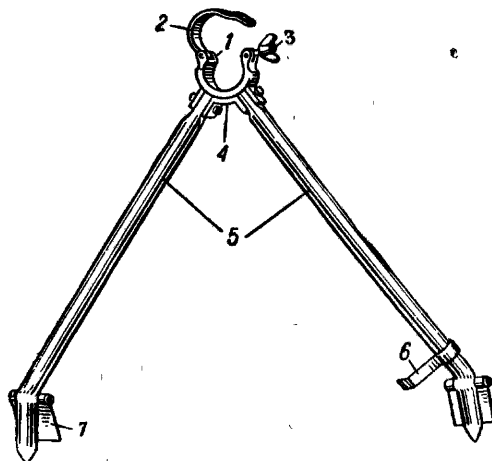

Рис. 30. Сошка:
**Сошка** (рис. 30) служит упором при стрельбе из пулемёта. Она состоит из хомута, движка и двух ног, укреплённых в движке. Верхняя часть хомута называется застёжкой хомута и соединяется с нижней частью при помощи оси и